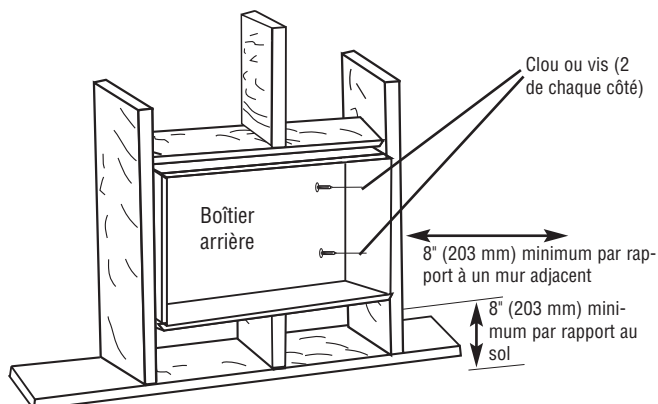

Fig. 1 : Positionnement du boîtier arrière dans une construction neuve
Montage du boîtier arrière dans une construction neuve (Voyez la Figure 1).
3. Fixez le boîtier arrière en place avec des vis à bois ou des clous comme c'est montré en Figure 1.